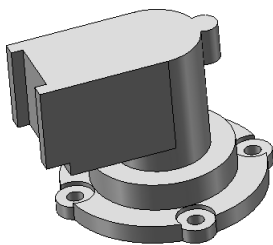

图 7-96 创建拉伸凸台 4
3) 拉伸实体凸台 4。单击“特征”控制面板中的 L (拉伸凸台/基体) 按钮, 或选择菜单栏中的“插入”→“凸台/基体”→“拉伸”命令, 拉伸草图生成实体, 拉伸深度为 16, 效果如图 7-96 所示。